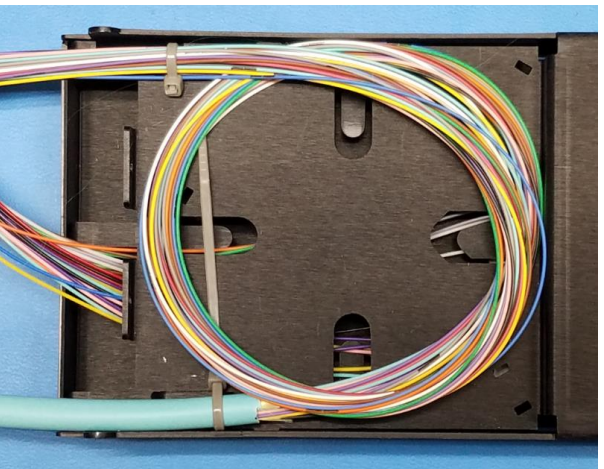

Figure 6
**3.8** Séparer les fibres d'artère en groupe de 12. Prévoir une boucle de mou pour la partie exposée du câble d'artère dans l'aire de stockage du couvercle inférieur (**figure 6**). Assujettir temporairement la boucle au moyen d'une deuxième attache. Installer le couvercle inférieur et retourner le module.